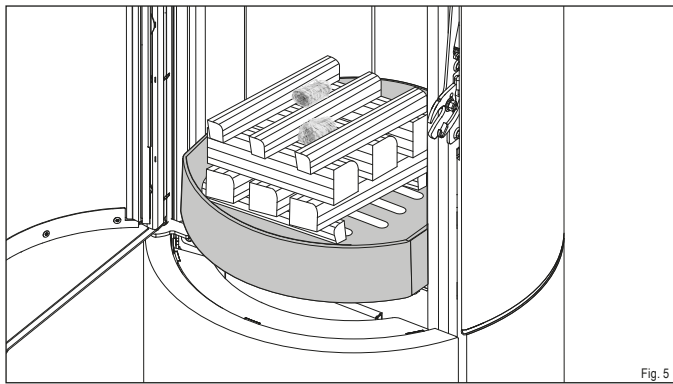

Fig. 5
- ▶ **Placez les bûches au centre de la grille en fonte dans le foyer (Fig. 5):**
- placer les deux premières bûches (2) perpendiculairement à la vitre du foyer sur l'extrémité avant et arrière de l'ouverture de la grille
- placer les trois bûches suivantes 3 (1) dans le sens de la longueur de la vitre du foyer sur les deux premières bûches
- les 3 suivantes (1) en travers par dessus
- les 3 dernières (2) en longueur par dessus
- l'allume-feu (3) au milieu, entre les bûches supérieures